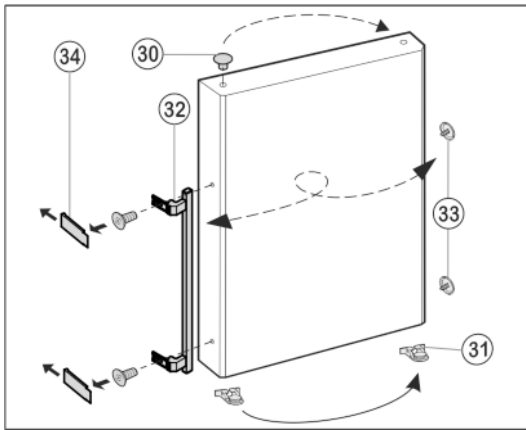

Fig. 12
- ▶ Trň Fig. 12 (30) z ložiskového puzdra dverí vyberte a premiestnite.
- ▶ Odmontujte držadlo dverí Fig. 12 (32), trne Fig. 12 (33) a prítlačné platničky* Fig. 12 (34) a premiestnite na opačnú stranu.